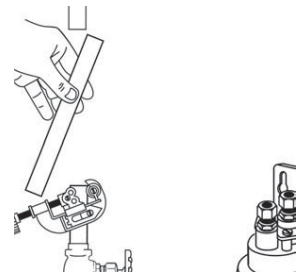

Figura 7
7. Cierre la válvula de suministro de agua fría y abra el grifo de agua fría para reducir la presión del sistema. Corte la tubería de agua fría utilizando un cortador de tubos o un cúter. No utilice una sierra para metales, etc. Coloque una bandeja debajo de éste ya que puede caer agua. (Figura 7)